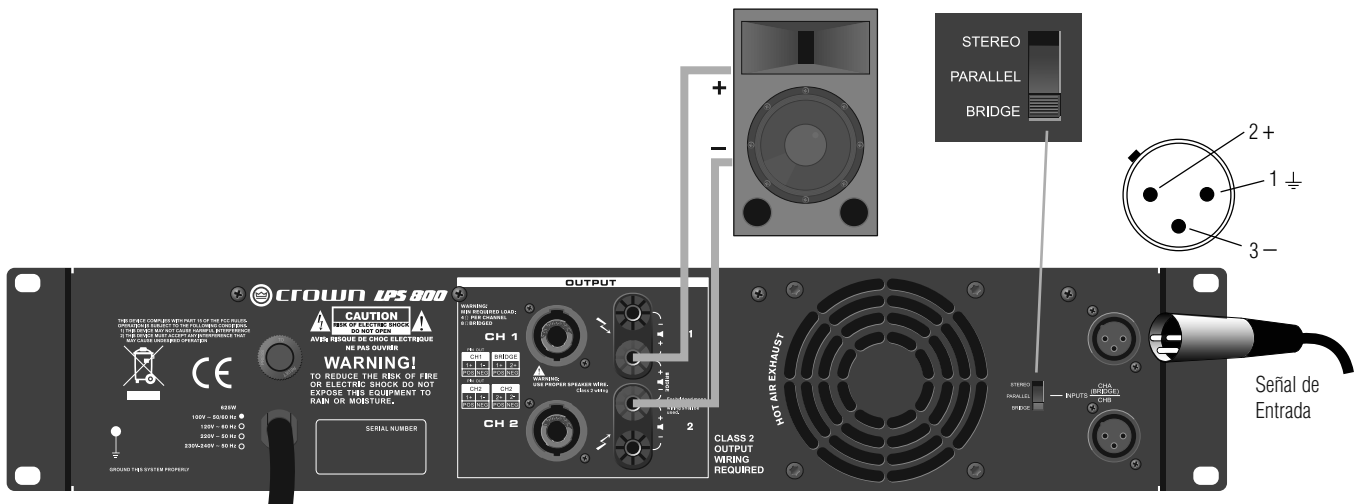

Figura 6. Cableado Mono-puente con Conectores con toma de conexión
1. Ver Figura 6. En el panel posterior, colocar el Botón Modo Salida en PUENTE.